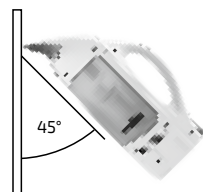

Imagen 5
- Limpie la ventana como acostumbra con agua y un agente de limpieza. Encienda el aspirador para ventanas presionando el interruptor de encendido y la luz verde del indicador de funcionamiento se queda fija. Ponga el aparato con el labio de goma sobre la superficie que se debe aspirar y arrástrelo con una ligera presión de arriba a abajo sobre la superficie. Obtendrá los mejores resultados si sostiene el aparato formando un ángulo de 45° con el cristal (ver imagen 5).